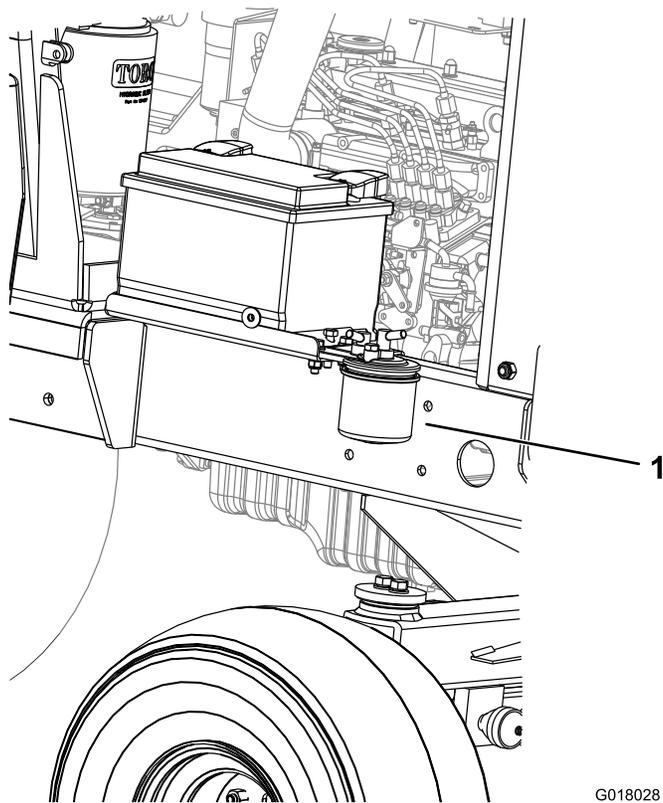

Bild 37
1. Stellen Sie einen sauberen Behälter unter die Kraftstofffilterglocke (Bild 37).